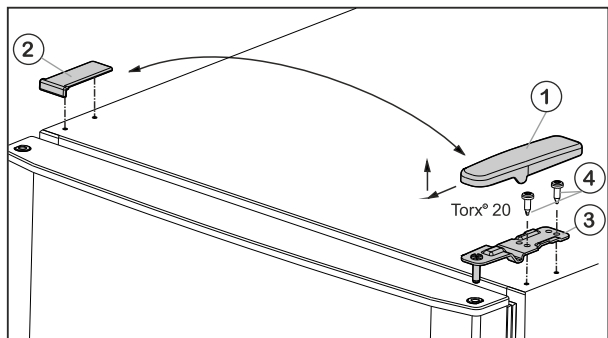

Fig. 5
- ▶ Előre és felfele húzza le a fedelet Fig. 5 (1).
- ▶ Emelje le a fedelet Fig. 5 (2).
- ▶ Csavarozza le az Fig. 5 (3) felső csapágybakját (2 x Torx® 20) Fig. 5 (4), és felfele húzza le.
- ▶ A felső csapágybakot Fig. 5 (3) helyezze a csuklópánt új oldalán az ajtóba.
- ▶ A felső csapágybakot **erősen (4 Nm-es nyomatékkal)** csavarozza fel – (2 db Torx® 20) Fig. 5 (4). Adott esetben használjon akkus csavarhúzó.
- ▶ A fedelet Fig. 5 (1) kívülről helyezze fel az ellenkező oldalra és pattintsa be.
- ▶ A fedelet Fig. 5 (2) mindig felülről helyezze fel az ellenkező oldalra és pattintsa be.